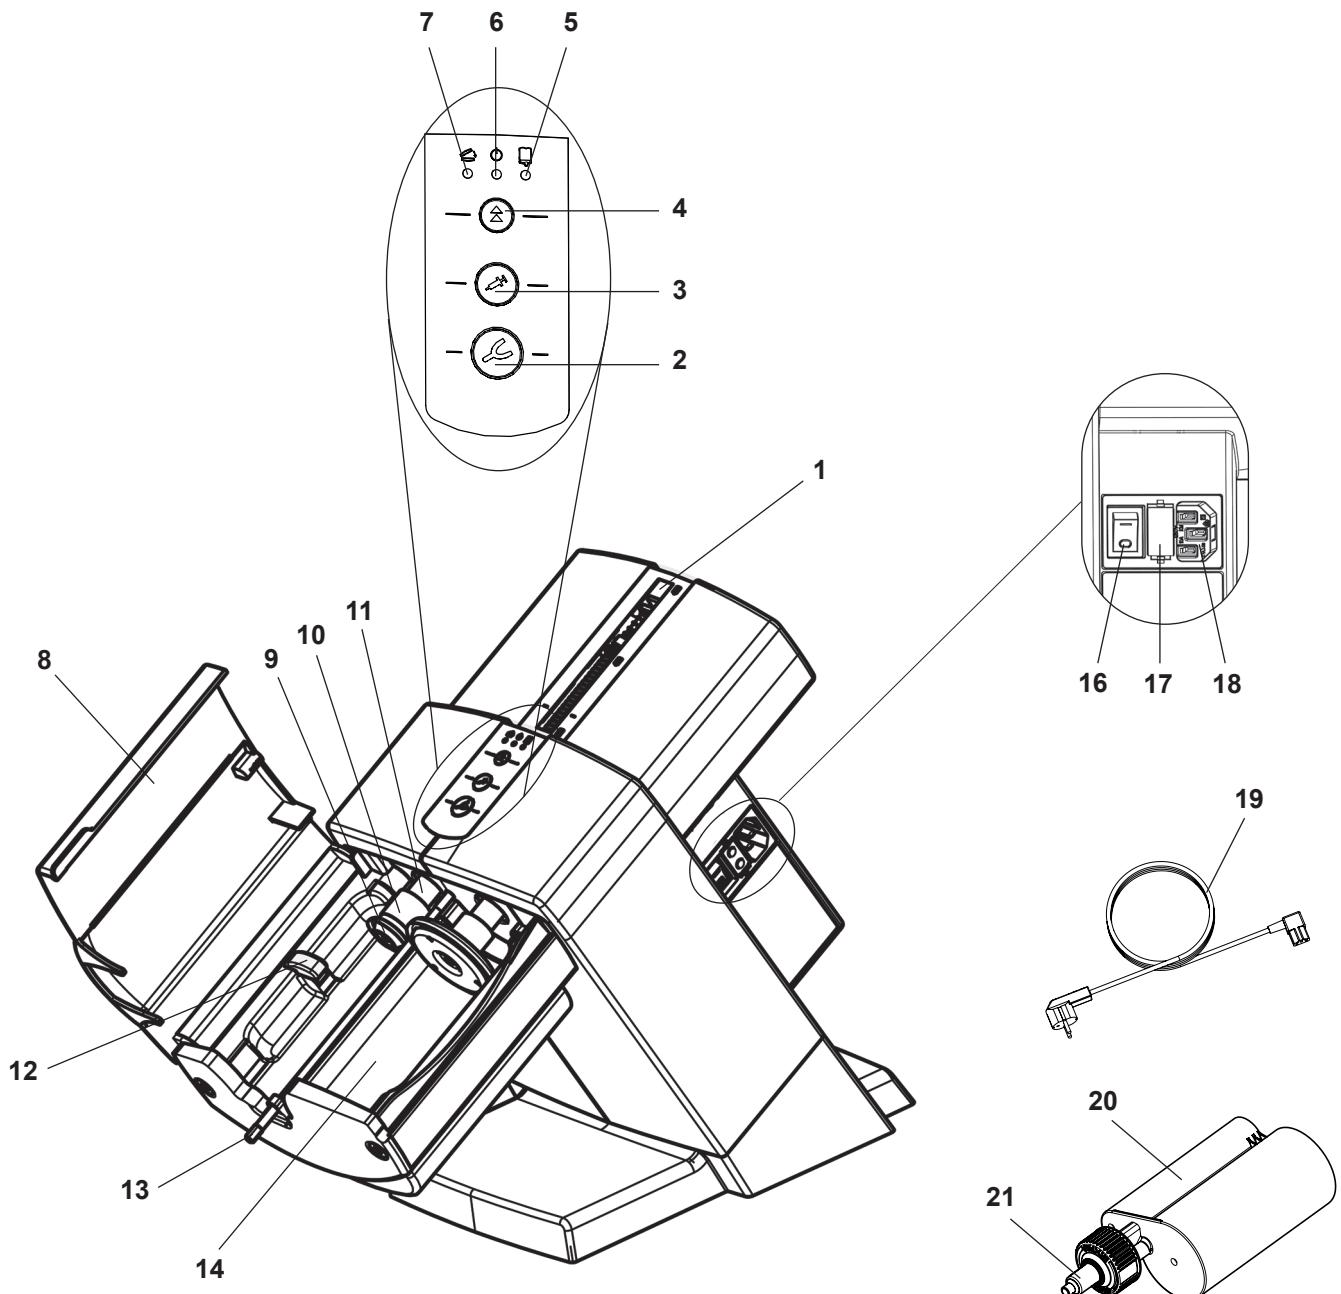

Fig. 1
- ⇒ Introducir el cable de red suministrado (19, Fig. 1) en la toma de corriente (18).
- ⇒ Encender el aparato con el interruptor de encendido (16).
- ⇒ Cerrar la tapa del dispositivo (8, Fig. 1).
- ⇒ Pulsar la tecla de retroceso (4).
- ♦ Los discos de compresión (9, Fig. 1) retroceden hasta su posición inicial y se detienen.
- ⇒ Retirar las piezas de seguridad de transporte (23).
La inserción o el cambio de un cartucho solo podrá realizarse si los dos discos de compresión (9, Fig. 1) están en su posición inicial.
⇒ Cerrar la tapa del dispositivo (8, Fig. 1).
⇒ Abrir la tapa del dispositivo (8, Fig. 1).
⇒ La tapa del aparato solo se cerrará si el cartucho se ha insertado correctamente. Mientras la tapa no se haya cerrado debidamente, el LED rojo de "tapa del aparato abierta" (7, Fig. 1) permanecerá encendido.
- Dispensador (3), velocidad de extrusión lenta
- ♦ El hexágono de mezcla (13, Fig. 1) comienza a girar y penetra automáticamente en la boquilla mezcladora (21, Fig. 1), deteniéndose a continuación.